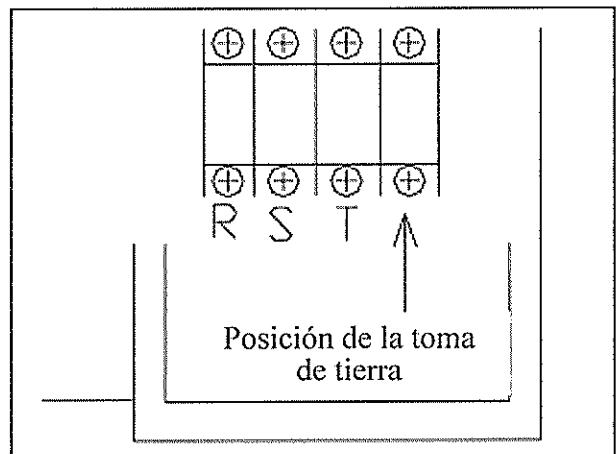

Figura 2-2
4. Asegure que el cable de la máquina esté puesto a tierra (Figura 2-2).